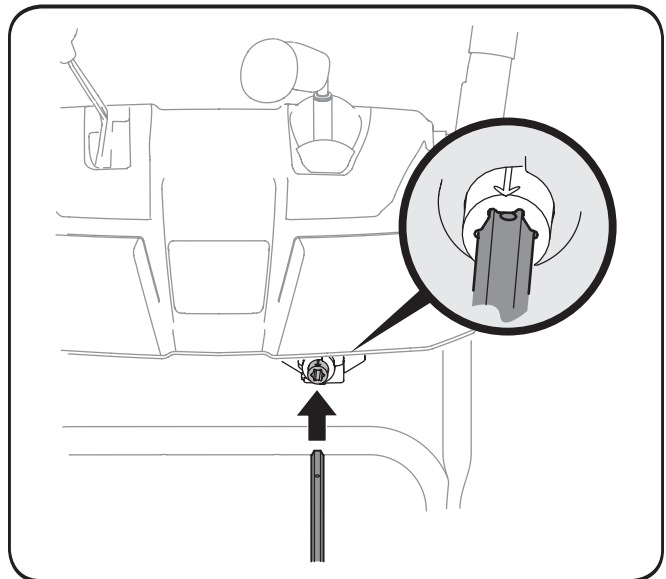

Figura 3-11
6. Inserte la varilla hexagonal dentro del engranaje del piñón por debajo de la palanca de control. Asegúrese de alinear el orificio en la varilla hexagonal con la flecha en el engranaje del piñón. Vea la Figura 3-11.